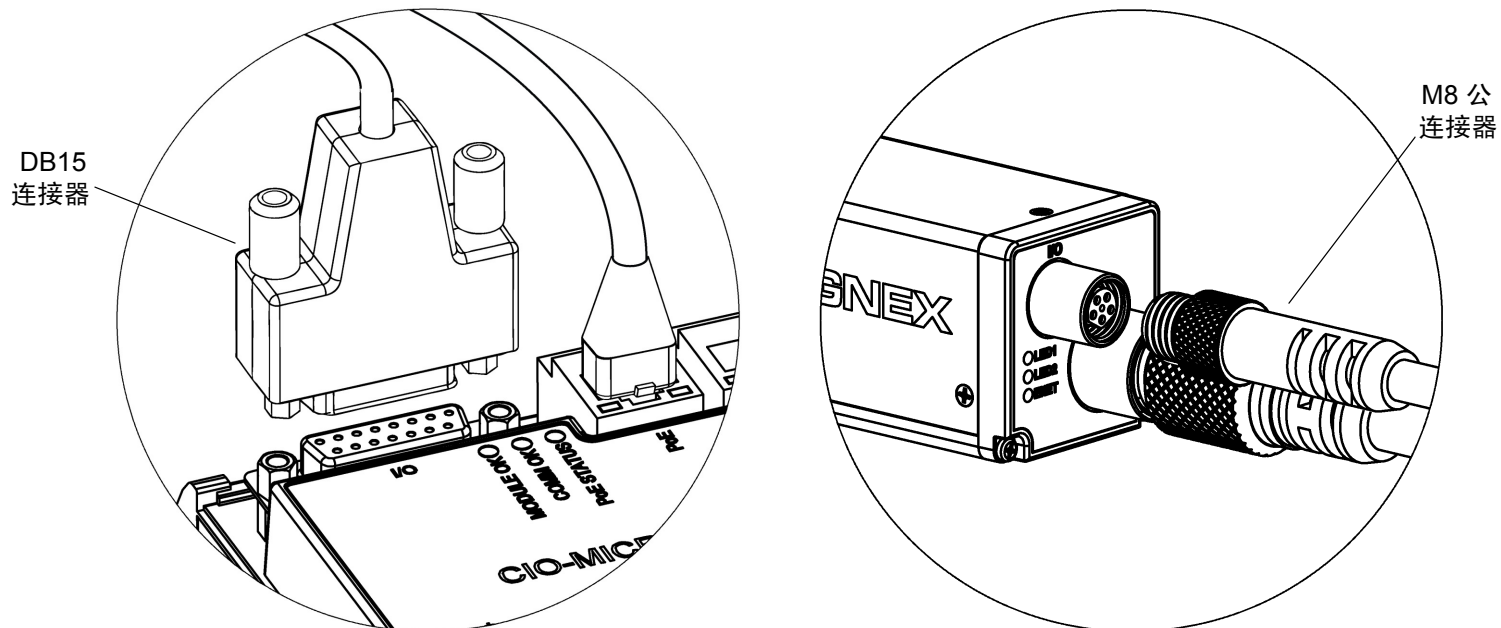
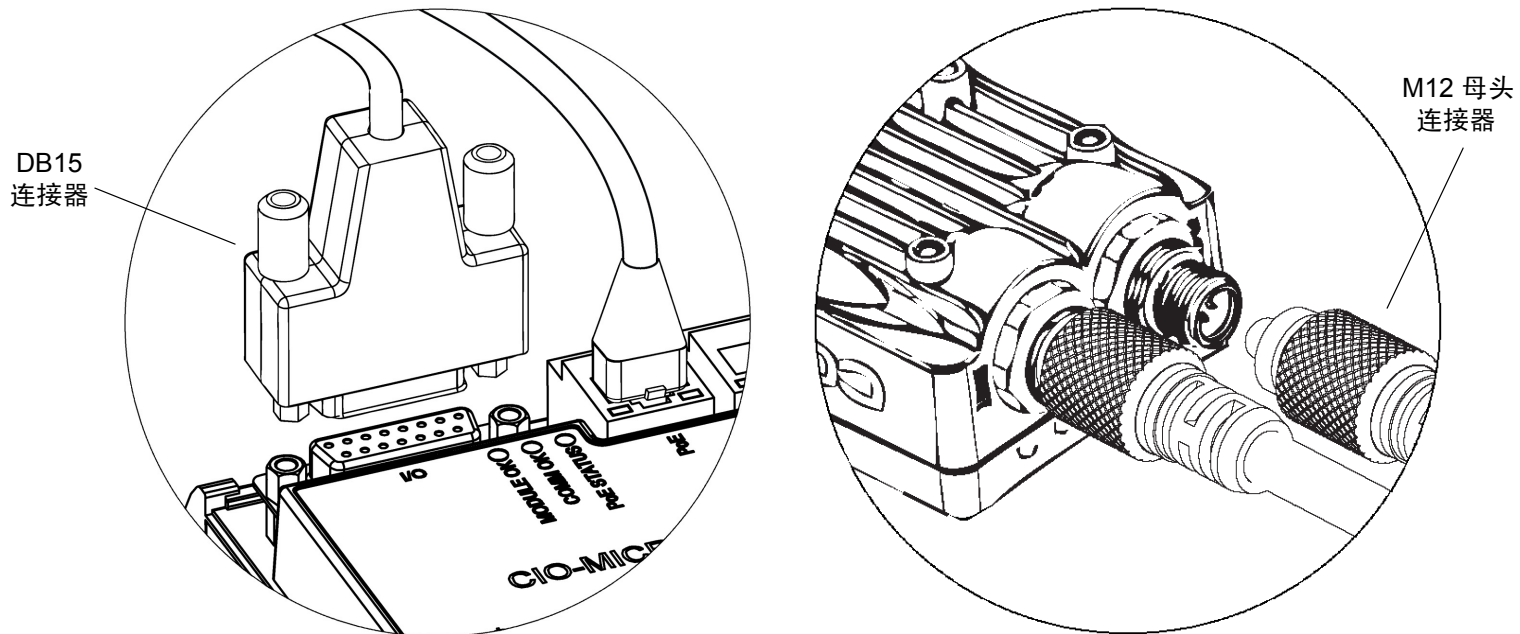

图 2-5: 将 I/O 电缆连接到 I/O 模块
图 2-7：将 I/O 电缆连接到 I/O 模块
- b. 如果要使用 In-Sight Micro 视觉系统的高速输出或触发器，可将 I/O 模块电缆的 DB15 连接器插入到 I/O 模块的 I/O 端口（如图 2-5 所示），并将 I/O 模块电缆的键控式 M8 连接器连接到 In-Sight Micro 视觉系统的 I/O 端口（如图 2-5 所示）。
- b. 将 I/O 模块电缆的 DB15 连接器插入到 I/O 模块的 I/O 端口（如图 2-5 所示），并将 I/O 模块电缆的键控式 M12 母头连接器连接到 In-Sight 5600 系列视觉系统的 24VDC 端口（如图 2-7 所示）。